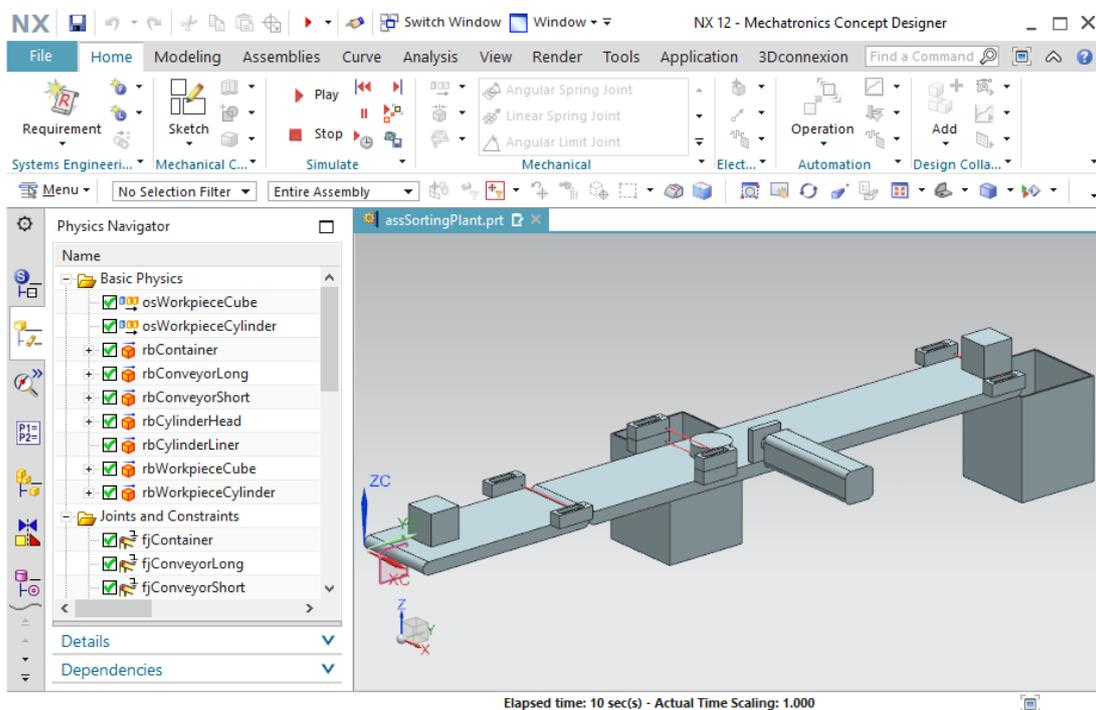

Figura 55: Simulazione delle sorgenti degli oggetti in MCD
- Testare il comportamento avviando la simulazione. Prima di procedere, inserire i regolatori di velocità dei nastri trasportatori nel Runtime Inspector (Controllo runtime) e verificare che siano attivi solo i regolatori "**scConveyorShortConstSpeed**" e "**scConveyorLongConstSpeed**". Dopo aver inserito le due sorgenti degli oggetti verificare che siano attive nel Runtime Inspector (Controllo runtime). Procedere come indicato nel Capitolo 4.3, "**Sezione: Inserimento e controllo di una proprietà nella simulazione**". Quando si avvia la simulazione, come indicato nel Capitolo 7.1, "**Sezione: Avvio e arresto di una simulazione in MCD**", si vede che ogni 5 s viene aggiunto alla simulazione un nuovo pezzo (vedi Figura 55).